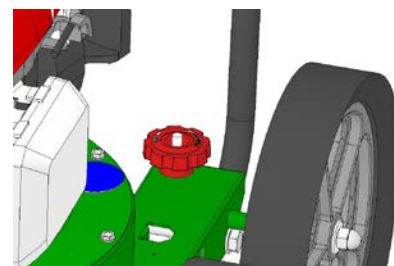

Рис. 4
**РЕГУЛИРОВКА ВЫСОТЫ НАСАДКИ.** Чтобы поднять или опустить насадку, вращайте красную ручку рядом с левым задним колесом. Насадка должна находиться на высоте, подходящей для выполнения конкретной задачи (см. рис. 4).